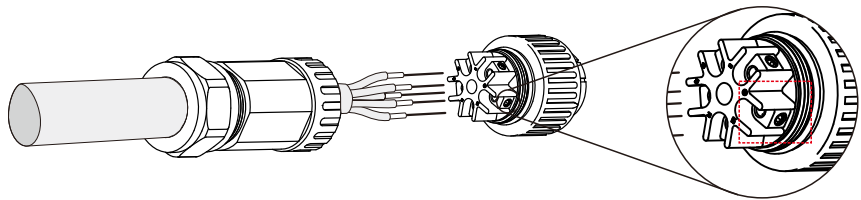

Figura 4.14 Cable conectado
A) Pele el manguito de aislamiento del cable unos 70 mm, de modo que el conector con núcleo de cobre desnudo alcance los 13 mm. Pase el cable a través de la tuerca y el manguito del elemento de enchufe, inserte los terminales correspondientes y apriete con una llave Allen (consulte la figura 4.14). El par es de 1,5 - 2,5 nm.
Apriete el cable con una llave Allen de 3 mm (en el cuadro de puntos, consulte la figura 4.14). El tornillo Allen se suelta fácilmente, no lo desenrosque por completo.